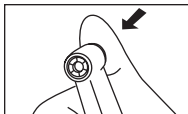

Fig. 1
(1) 取付け
- ・ 押しボタンを押してチャックを開きます。(図1)